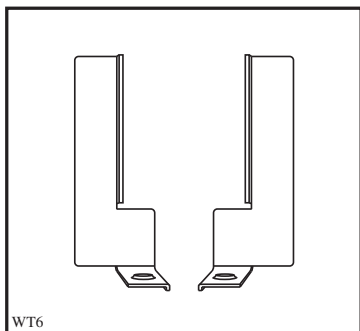

Fig 2b
- Instalar las placas metálicas de fijación correspondientes (fig. 2b/3b) y fijarlas mediante los tornillos suministrados (A+B), tanto en la secadora como en las aristas superiores.